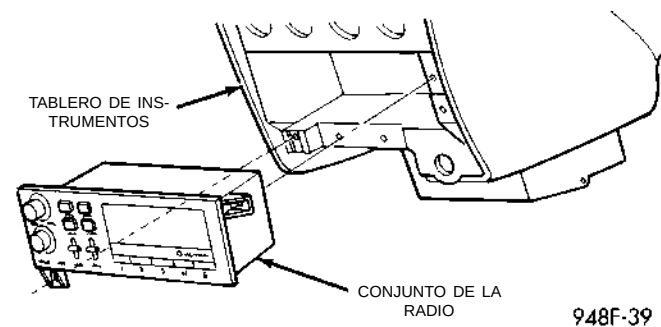

Fig. 7 Conjunto de la radio
- (2) Retire las dos tuercas de instalación de la radio y extráigala del tablero de instrumentos (Fig. 7).
- (3) Desconecte el cableado y el cable de la antena y retire el conector de masa de la radio.